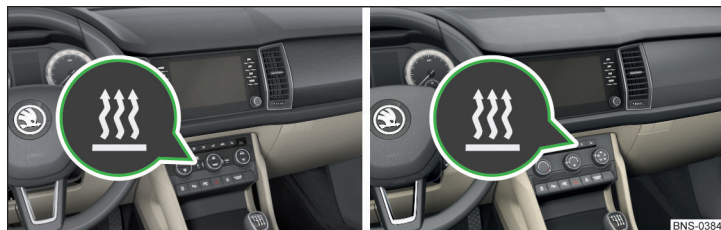

Fig. 169 Tecla para la conexión/desconexión (Climatronic / aire acondicionado manual)
- Con la tecla **!** en la unidad de mando del aire acondicionado» fig. 169.
Estando el encendido automático activado y después de desconectar el encendido, el testigo de control ilumina por 10 segundos en la tecla **!** » fig. 169.